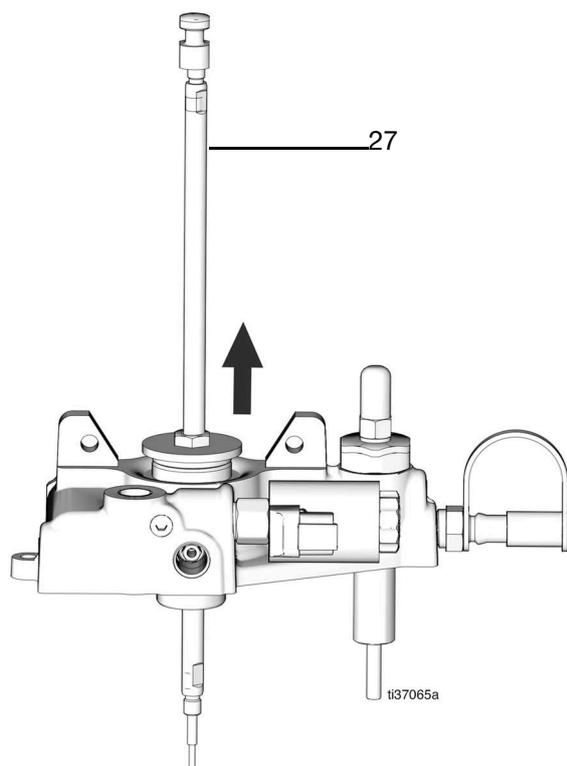

FIG. 46
29. Tirer la tige de pompe pour la sortir (FIG. 46).